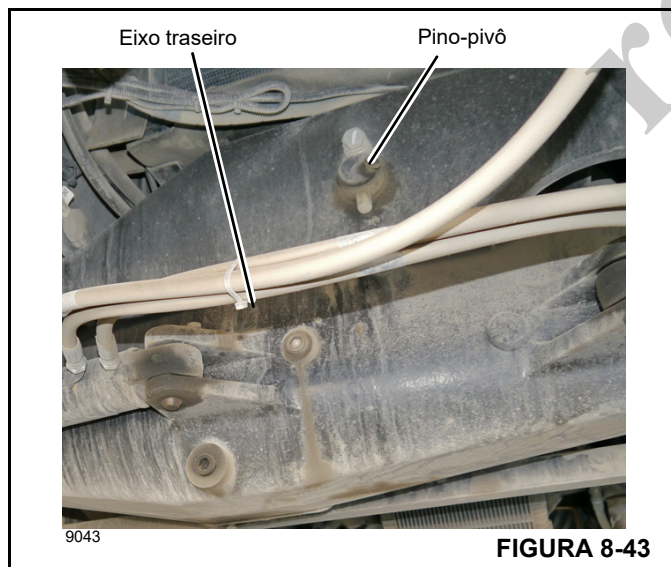

FIGURA 8-43
- a. Remova os parafuso, arruelas e extremidades da haste que fixam o pino do pivô do eixo (Figura 8-43).
- a. Remova o pino do pivô do eixo traseiro (Figura 8-43).